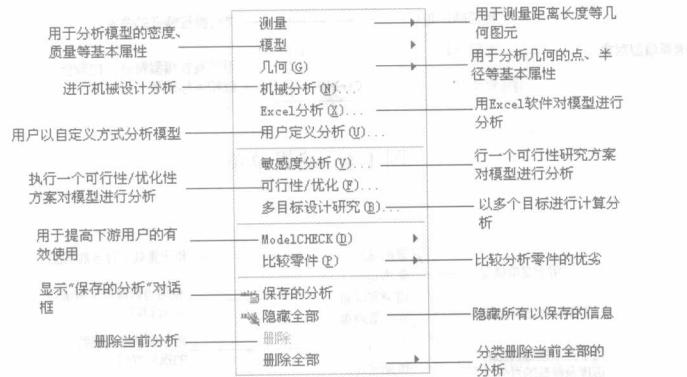

图 1-7 分析菜单
(5) 分析菜单：用来设计、分析模型，包括测量、模型分析和几何分析等操作，如图 1-7 所示。